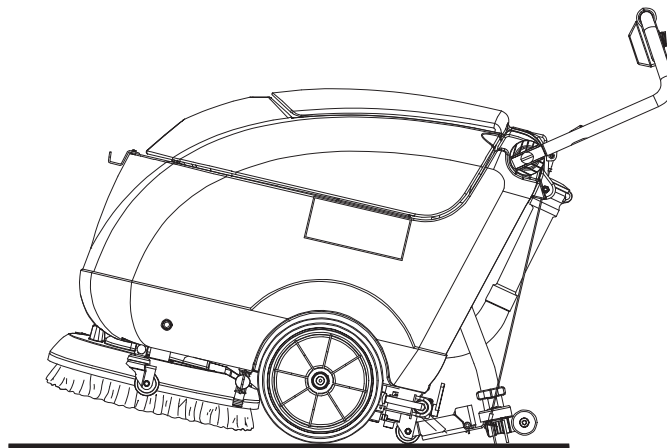

Abbildung 2
1. Schalter Bürste/Padhalter (52) und Schalter Ansauganlage (53) auf 0 stellen.
2. Netzkabel (21) vom Stromnetz trennen und auf den Halter wickeln.
3. Sauglippe mit dem Hebel (19) anheben.
4. Schubbügel (2) festhalten und leicht nach unten drücken, bis das Hinterrad (7) den Boden (Abb. 2) berührt. Gerät in dieser Stellung halten und an den gewünschten Ort (für den Transport/zum Parken) schieben.
5. Damit die Bürste/das Pad nach der Reinigung nicht auf dem Boden schleifen und feuchte Spuren hinterlassen, sollte die Bürste/das Pad mithilfe der Lösevorrichtung aus dem Kopf entfernt (siehe Abschnitt „Nach der Gerätebenutzung“) und an den Haken (25) gehängt werden.